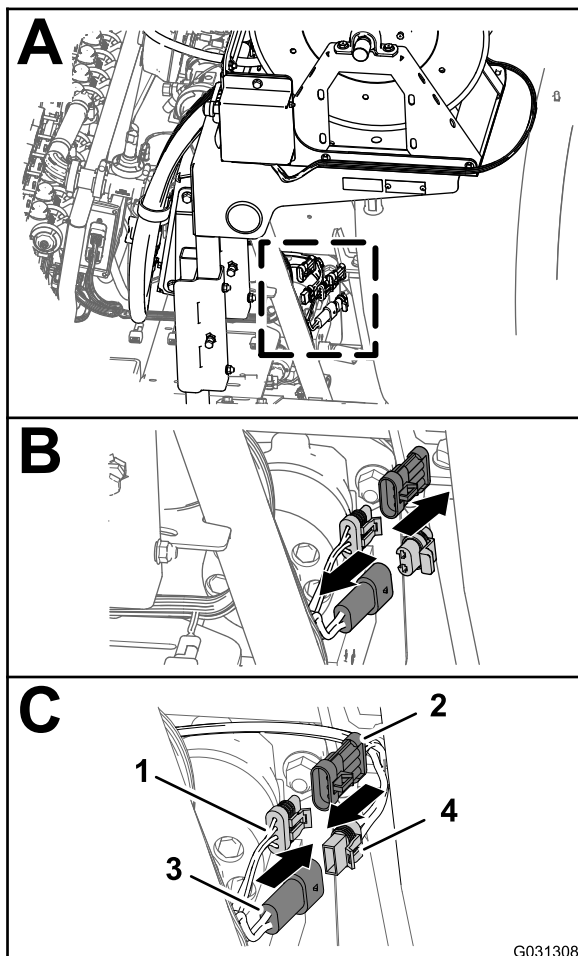

Figura 182
- En la parte trasera de la máquina, localice el arnés de cables del kit de carrete de manguera eléctrico, detrás del depósito de fumigación (Figura 182, A).
2. Retire el tapón del conector de 2 pines del arnés principal trasero de alimentación del carrete de manguera (Figura 182, B).
3. Conecte el conector hembra de 2 vías del arnés del carrete de manguera eléctrico al conector de 2 pines del arnés de cables principal trasero (Figura 182, C).
4. Retire el tapón del conector hembra de 3 vías del arnés principal trasero de interconexión del arnés de fumigación (Figura 182, B).
5. Conecte el conector de 3 pines del arnés del carrete de manguera eléctrico al conector hembra de 3 vías del arnés principal trasero (Figura 182, C).